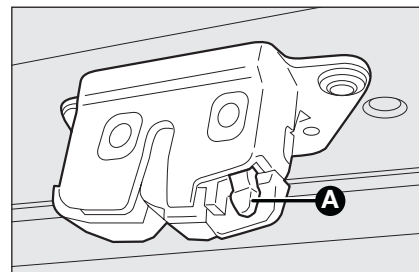

fig. 72
- ☐ por el interior del maletero, presione la palanca **A-fig. 72** y abra el portón.